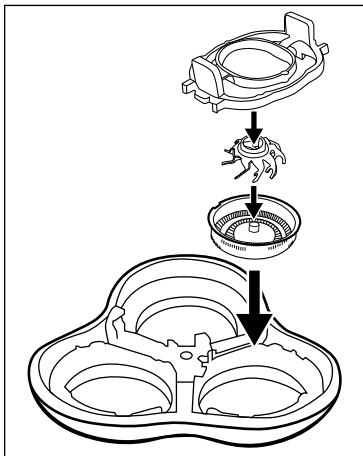

Fig. 4
- 4) Vuelva a montar la unidad de cuchillas **2**. Para ello, utilice la siguiente ilustración como guía (consulte la fig. 4).